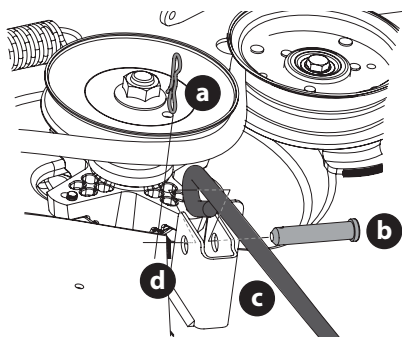

Fig. 41
- b. Extraiga el tercer pasador con unión curva (a) del pasador de horquilla (b) que sujeta la varilla de control de la plataforma delantera (c) al soporte delantero de elevación de la plataforma (d). Extraiga los pasadores de horquilla (b) (Fig. 41 en la página 65).